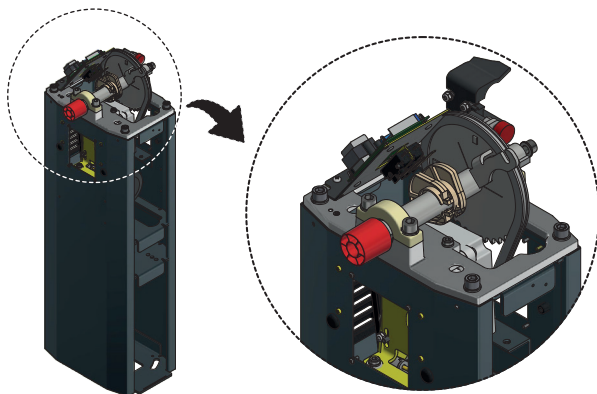

Fig. 19
2.3 - Retire los tornillos que fijan el chasis junto al cuerpo como se muestra Fig. 19.